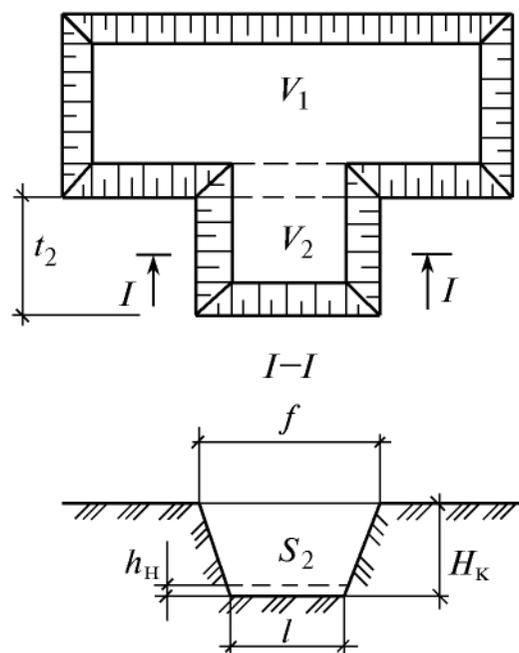

Рис. 3. План котлована
Например, на рис. 3 приведен план котлована, который можно разбить на два объема V_1 и V_2 . V_1 подсчитывается по формуле (1), а V_2 как площадь трапеции (сечение I–I), умноженная на длину части котлована: